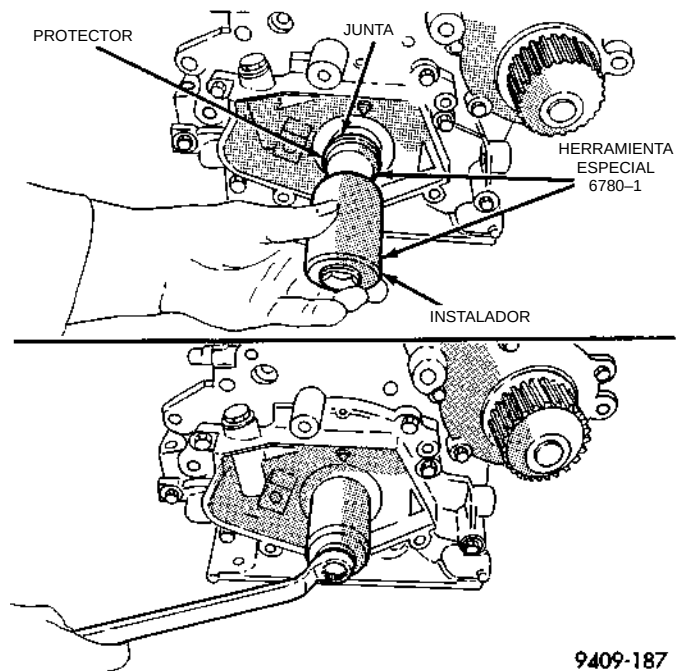

Fig. 76 Junta delantera del cigüeñal—Instalación
- (5) Apriete todos los pernos de fijación de la bomba de aceite con una torsión de 28 N·m (250 lbs. pulg.)
- (6) Instale la nueva junta delantera del cigüeñal, utilizando la Herramienta especial 6780 (Fig. 76).